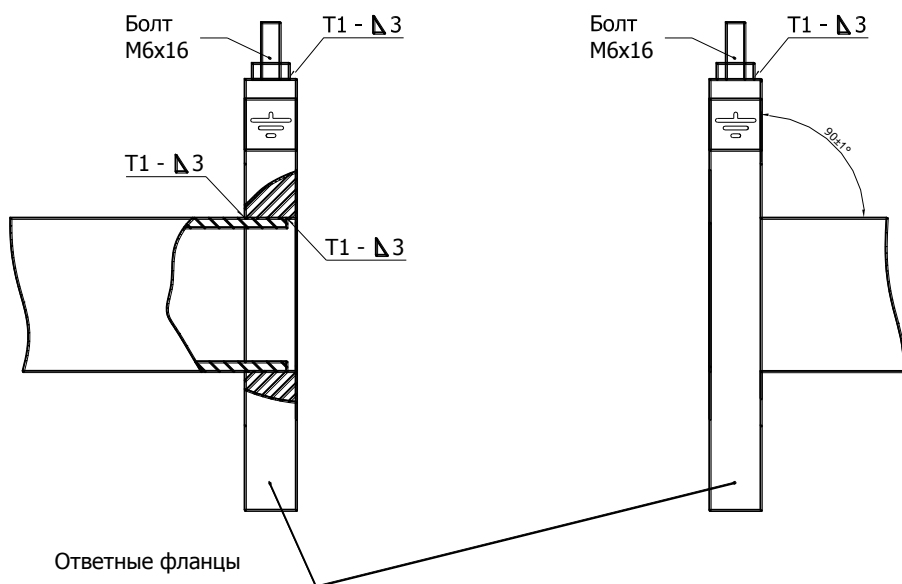

Рис. 8.5
8.3.5 К прямолинейным участкам трубопровода приварить фланцы в соответствии с ГОСТ 12820-80, при этом угол между осью трубопровода и плоскостью фланца должен быть  $90 \pm 1^\circ$ . Фланцы следует приваривать таким образом, чтобы после установки расходомера (ППР) ось электродов ППР лежала в горизонтальной плоскости (допустимое отклонение от линии горизонта  $\pm 10^\circ$ ). При монтаже ответных фланцев необходимо приварить болт заземления к верхней части монтируемого фланца (см. рис. 8.5).
**ВНИМАНИЕ!** На датчики расхода, монтаж которых выполнен с нарушением требований ГОСТ 12820-80 (соединение труба-фланец), гарантийные обязательства не распространяются (см. Рис. 8.5а).
Рис.8.5а